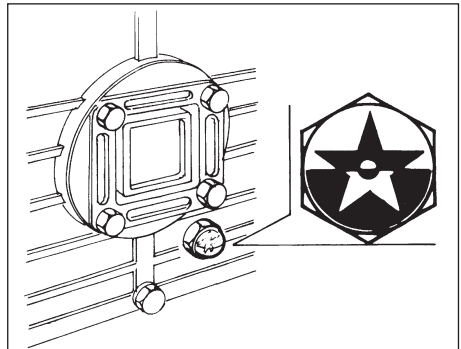

fig. 1
- bij gesmeerde compressoren het olieniveau door het doorzichtige deksel controleren (Fig. 1); de rode punt in het midden geeft het ideale niveau aan (in geval van afwijkend niveau zie paragraaf "Onderhoudsingrepen");